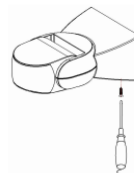

Figure1
- >> Desserrer la vis sur le fond et débrancher l'arrière (Se référer à la figure 1).